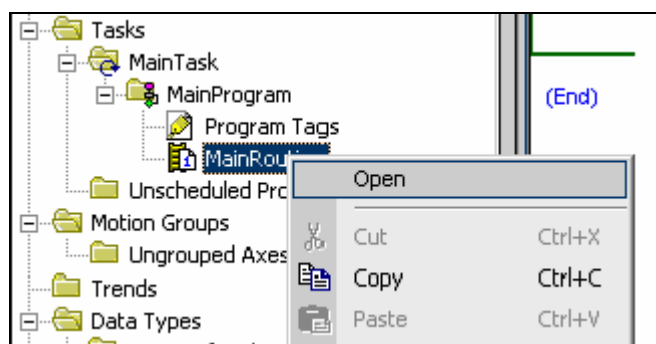

图 4- 29 打开主例程
27. 输入梯形图逻辑。右键单击`MainTask->MainProgram->MainRoutine`，从弹出菜单中选择Open，如图4- 29所示。